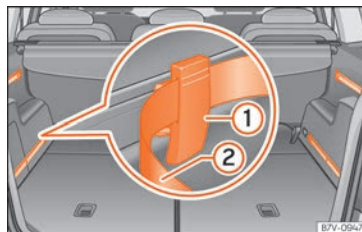

Fig. 146 Dans le coffre à bagages : système avec rails, éléments de fixation réglables ① et ceinture dotée d'un rétracteur réglable ②.
- Placez un élément de fixation avec les roues vers le haut » fig. 146 ① sur la partie supérieure du guide et appuyez vers le bas.